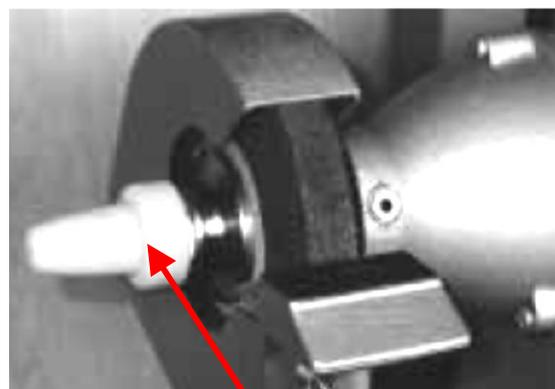

Abb. 4-2: Wellenzapfen mit Schutzkappe
- ☞ Die Wellenzapfen (Abb. 4-2) sind mit einer Schutzkappe auszurüsten.